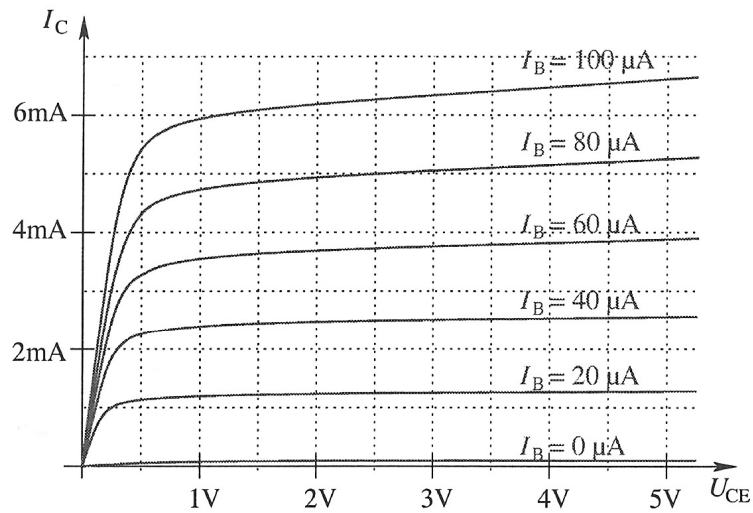

Abbildung 7: Kennlinienfeld des NPN-Bipolartransistors
2. Berechnen Sie den maximalen Kollektor-Strom $I_{C,max}$ und die maximale Kollektor-Emitter-Spannung $U_{CE,max}$. Zeichnen Sie dann die Lastgerade für den Lastwiderstand R_C in das Kennlinienfeld in Abbildung 7 ein (Linie zwischen beiden Punkten). **(5P)**